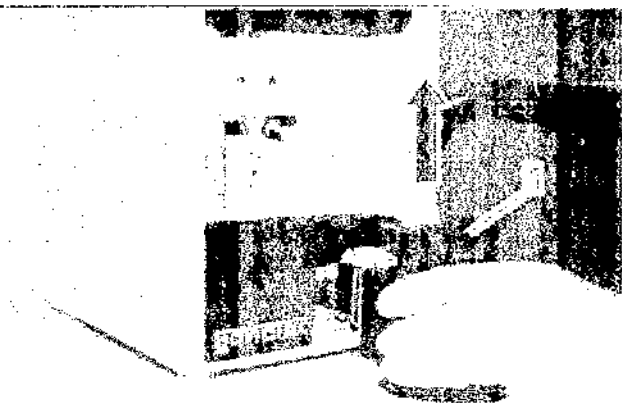

Рис. 110: Снятие крышки принтера
8. Снять крышку принтера (рис. 110/1), подняв ее вверх.